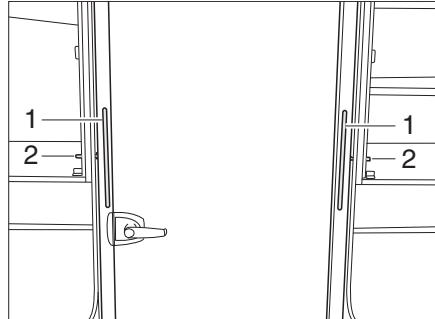
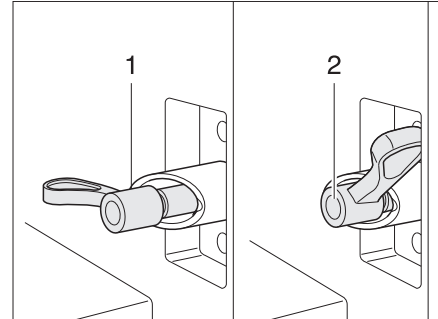

Bild 269 Toilettenraum, hineingeschoben
Bild 270 Verriegelung Toilettenraum
- Kleiderschranktüren auf beiden Seiten des Toilettenraums öffnen (Bild 269).
- Auf beiden Seiten die Federriegel (Bild 269,2) eine halbe Umdrehung drehen. Der Flügel des Verriegelungshebels muss an der höchsten Stelle der abgechrägten Hülse stehen (Bild 270,1).
- Toilettenraum ohne zu verkanten an den Griffen (Bild 269,1) bis zum Anschlag herausziehen.
- Die Federriegel auf beiden Seiten eine halbe Umdrehung zurückdrehen und einrasten lassen (Bild 270,2).
- Toilettenraum ohne zu verkanten an den Griffen (Bild 269,1) bis zum Anschlag hineinschieben.
- Die Federriegel auf beiden Seiten eine halbe Umdrehung zurückdrehen und einrasten lassen (Bild 270,2)